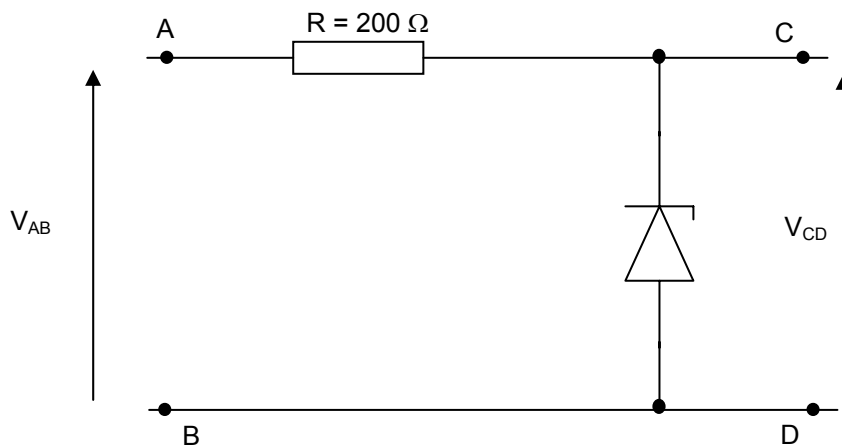

Figure 59
14. La diode Zener utilisée dans le circuit représenté Figure 59 est supposée idéale; sa tension de Zener est de 5 V.